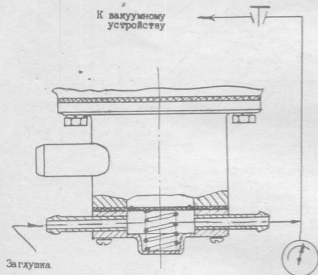

Рис. 5. Схема к проверки на герметичность дозирующего экономайзерного устройства
11. Отвернуть переходник 5 седла 2 (рис. 5) пружины 2. (Ключ гаечный 41 мм).